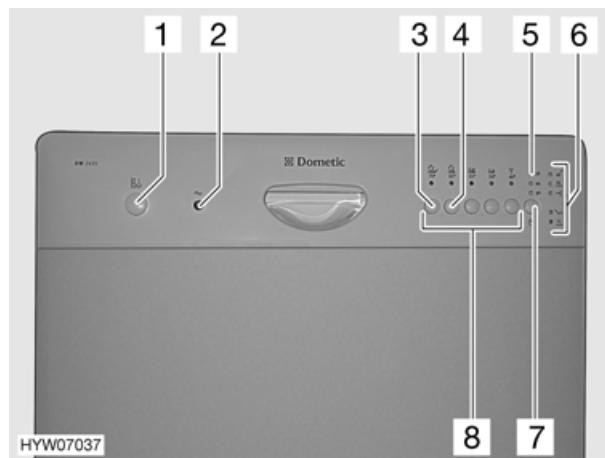

Fig. 83 Comandi per la lavastoviglie
- Premere il tasto acceso/spento "■" (Fig. 83,1). La luce spia (Fig. 83,2) si accende.
- Premere il tasto del programma desiderato (Fig. 83,8). La luce spia del programma si accende.
- Prima dell'inizio del programma lampeggiano le due luci spie superiori (Fig. 83,6) per 6 secondi. In questo tempo è possibile scegliere un altro programma.
- Le tre luci spie superiori (Fig. 83,6) informano sullo svolgimento del programma:
- Premere il tasto acceso/spento "■" (Fig. 83,1). La luce spia (Fig. 83,2) si spegne.